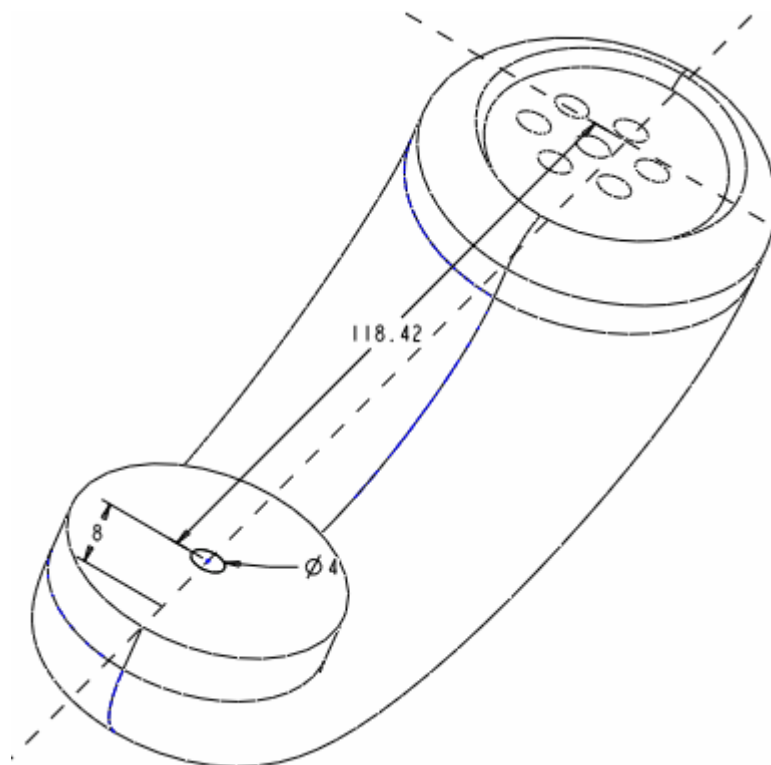

图 61-30
(1) 本步完成图 61-30 所示的一个孔，操作方法与步骤 9 相同，为节省篇幅，这里不再赘述。